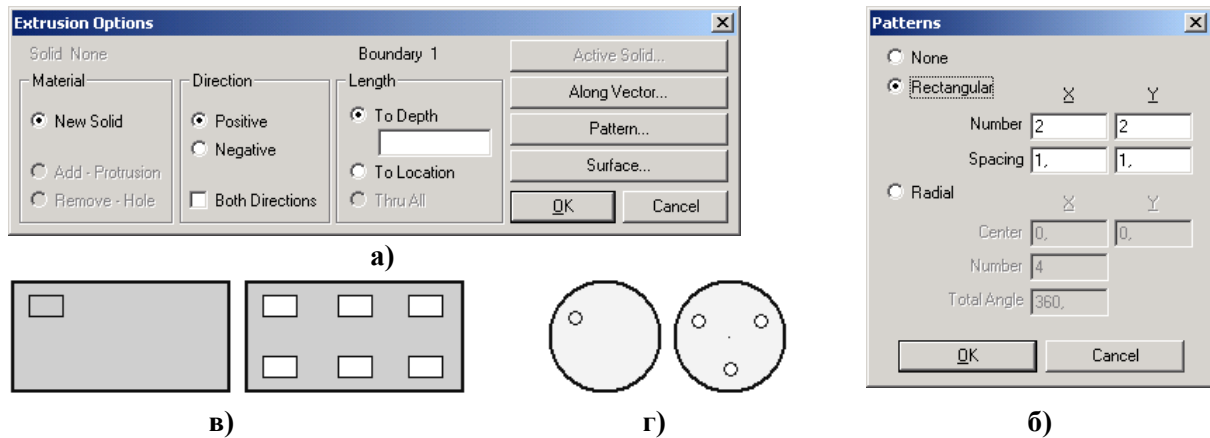

Рис.2.14. Діалогові панелі: а) – для витискування „твердого” тіла; б) – шаблони; та результати дії шаблону: в) – Rectangular; г) – Radial
- витискуванням (**Extrude...**). З’являється діалогова панель „**Extrusion Options**” (див. рис.2.14-а). На ній обирається поверхня (конструкційна – кнопкою **Boundary...** або звичайна – кнопкою **Surface**; але завжди автоматично обирається та конструкційна поверхня, що обиралася останньою). У секції „**Material**” вказується, що робити з матеріалом „твердого” тіла: це буде нове тіло (**New Solid**) або він буде доданий до існуючого (**Add – Protrusion**) або навпаки – це буде видалення матеріалу (**Remove – Hole**). У секції „**Direction**” вказується напрям (на робочому полі з’являється зображення вектора): позитивний, негативний або у обидва боки (**Both Directions**). У секції „**Length**” вказується довжина витискування. Якщо витискування – у напрямку нормалі до поверхні, то досить у вікні „**To Depth**” вказати значення. Якщо „під нахилом”, то спочатку необхідно вказати напрямок (кнопка „**Along Vector**”). Також можна у секції „**Length**” обрати „**To Location**” та дати команду „**OK**”; з’являється діалог, у якому вводиться напрямок та довжина витискування у термінах опису вектора. Опцію „**Try All**” (через все тіло) встановлюють, коли в тілі необхідно створити наскрізний отвір. За допомогою кнопки та діалогу „**Patterns**” (див. рис.2.14-б) можна на основі *однієї* поверхні одночасно створити декілька „твердих” тіл (або отворів), розташованих рядками (**Rectangular**, див. рис.2.14-в): вказується кількість у кожному напрямку (**Number**) та відстань між ними (**Spacing**); або розташованих на окружності (**Radial**, див. рис.2.14-г) з центром (**Center**) та через кут, що дорівнює результату ділення загального кута (**Total Angle**) на кількість (**Number**) таких елементів;